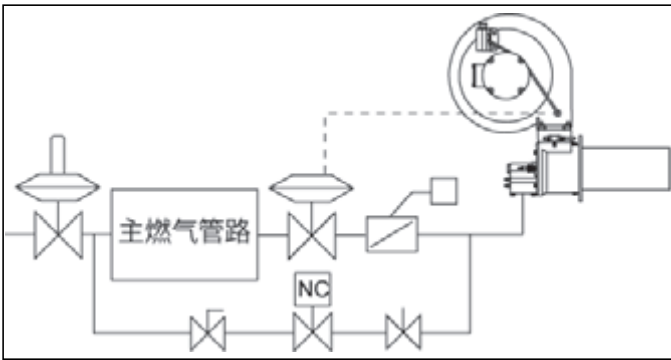

图 3.7 通过主燃气压力调节阀的旁路燃气压力调节阀
- 连接到主燃气压力调节阀的主燃气管道下游。(见图 3.7)。